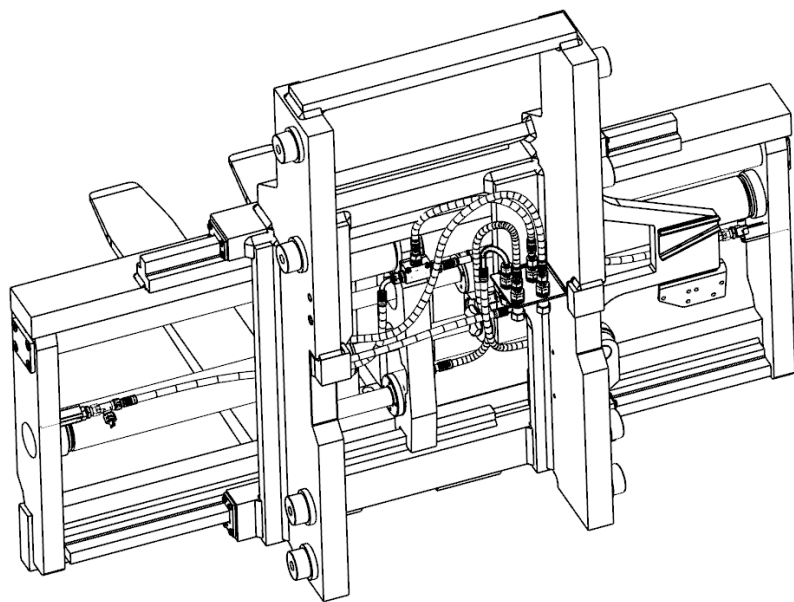
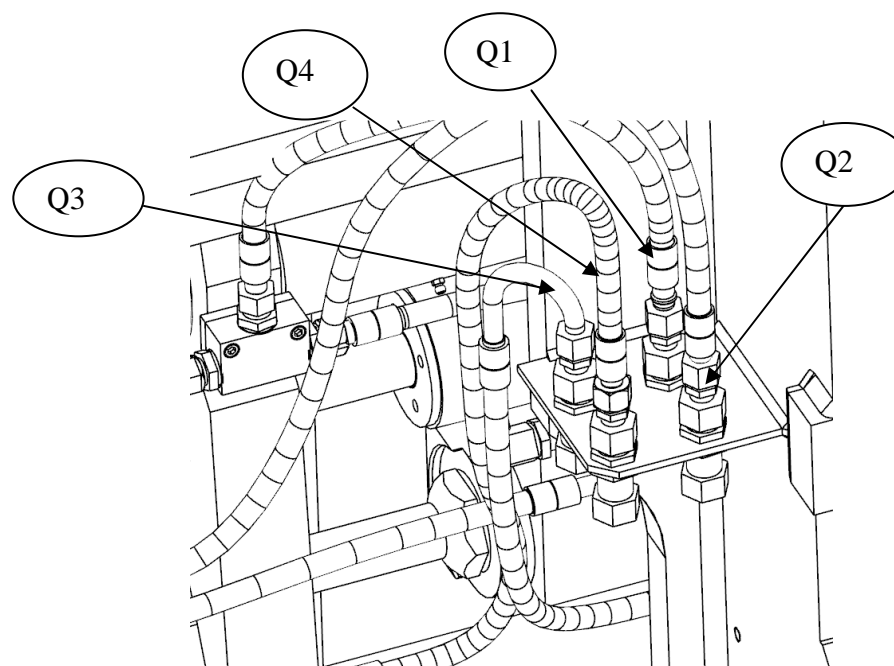

Fig.002
Fig.003
2.2 Impianto idraulico (Fig.002 / Fig.003)